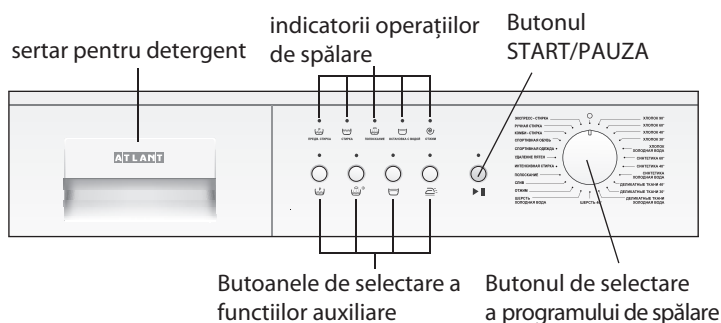

Figura 1 – Panoul de comanda
1.1.1 Elementele de comandă a mașinii sunt prezentate în figura 1. Butonul de selectare a programului (în continuare numit — Selector) și denumirile butoanelor de comandă sunt prezentate în figurile 2 și 3.